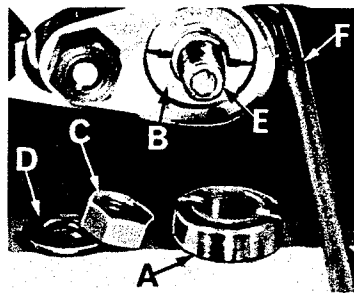

Fig. 14
Die Stichtlänge wird durch das Zusammenwirken der verwendeten Transportexzenter bestimmt. Der außenliegende (linke) Exzenter (A, Fig. 14) betätigt den Haupt- oder hinteren Transporteur, während der innere (rechts liegende) Exzenter (B) den Differential- oder vorderen
**NOTE:** On Styles 39500 QB, QP, QY, RA, RF, RM, RR, SE, SF, SG, SV, SW and TH set chaining feed dog (C) level with top of throat plate when feed is at the top of its travel.
Length of stitch is determined by the combination of feed eccentrics used. Outer (left) eccentric (A, Fig. 14) actuates main (rear) feed dog; while the inner (right) eccentric (B) actuates the differential (front) feed dog.